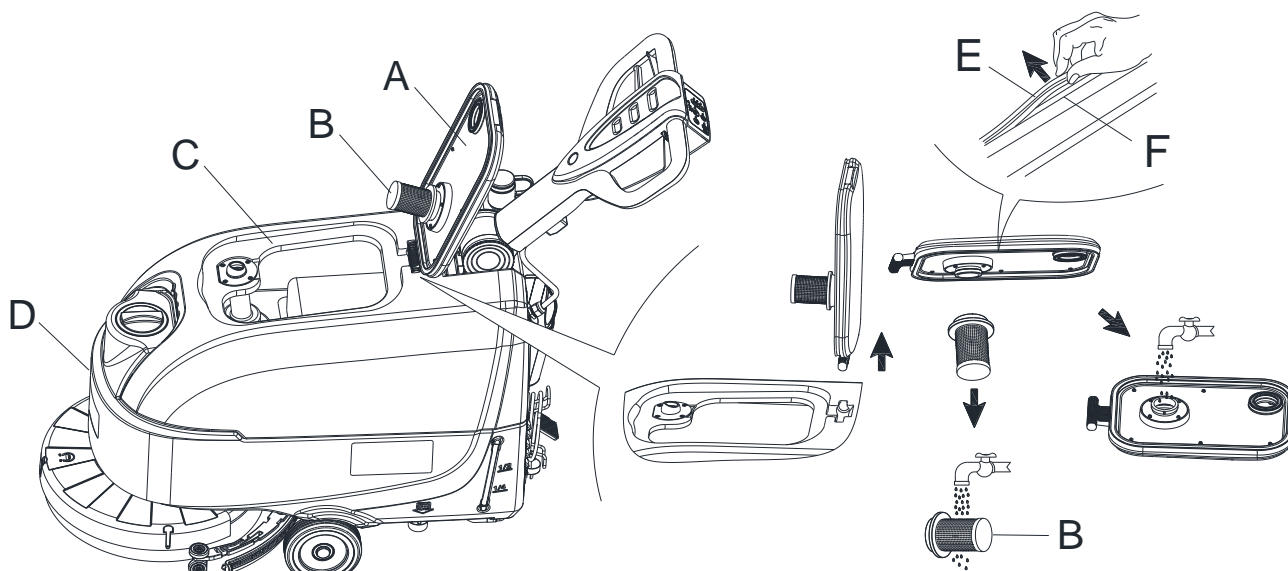

Figura 6
47. Certificar-se de que a superfície de contato da correia de vedação (E) esteja intacta e a vedação seja suficiente. Se necessário, remover e substituir a correia de vedação do reservatório da ranhura (F). Montar a nova correia de vedação como mostrado na Figura 6, a junta deve ser novamente posicionada na área intermediária.
48. Fechar a tampa do reservatório de recuperação (A).